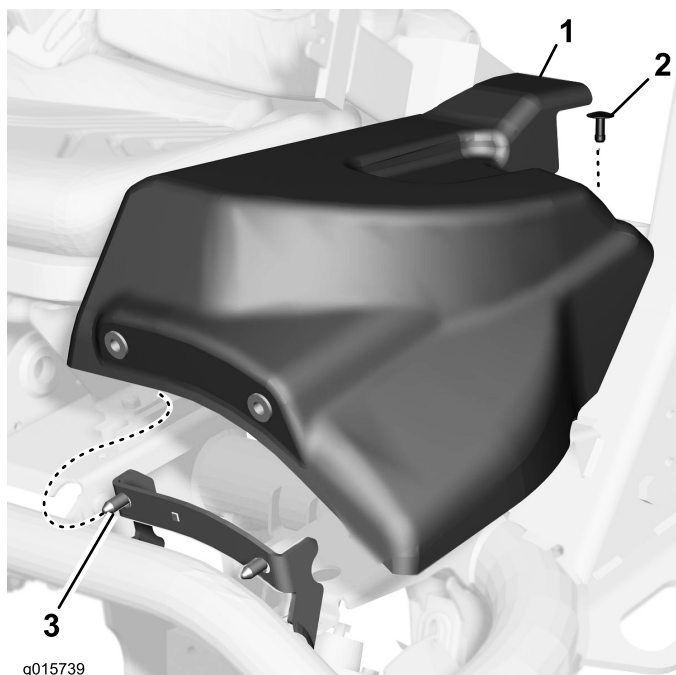

Figura 2
2. Retire o parafuso ranhurado que prende a cobertura esquerda e, em seguida, deslize a cobertura para a frente, libertando-a do encaixe (Figura 2).